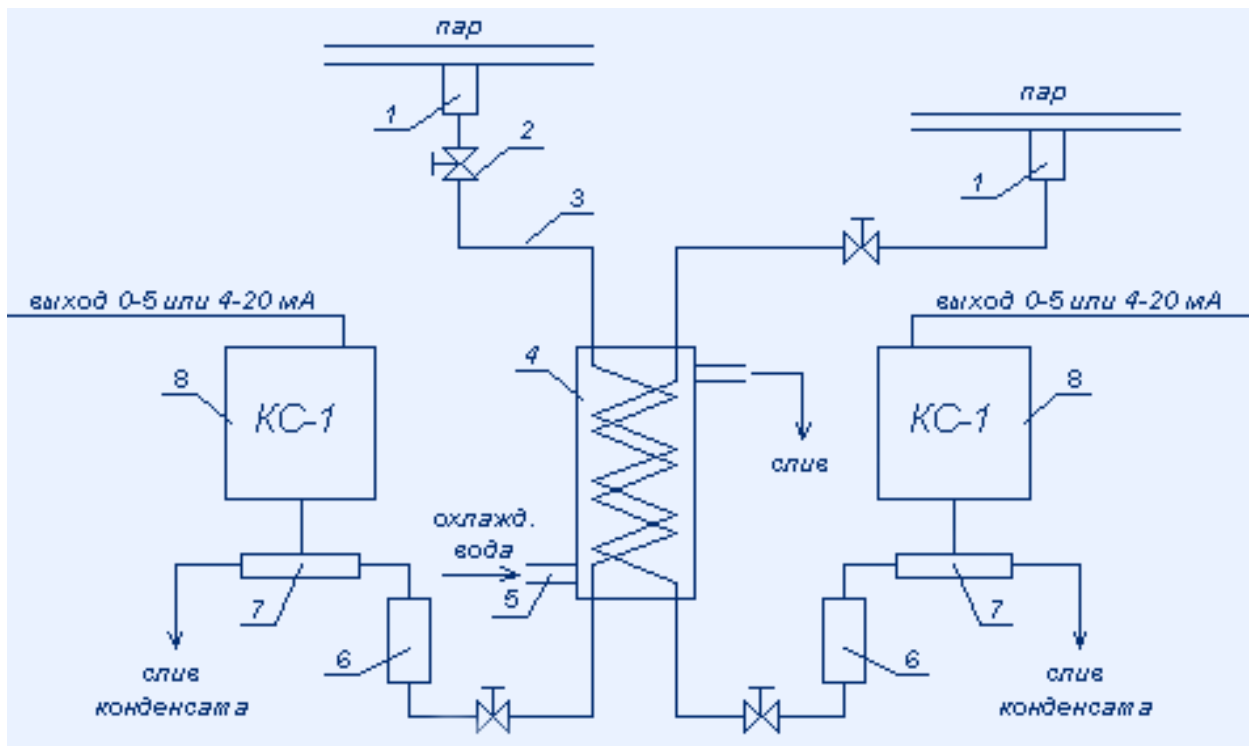

Рис.1
- 2.1. Принципиальная схема системы приведена на рис. 1